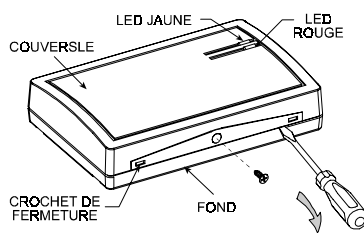

Figure 4. Enlever le couvercle du MCR-308
A. Dévisser et enlever la vis de fermeture du boîtier (voir Figure 4) et enlever le couvercle.